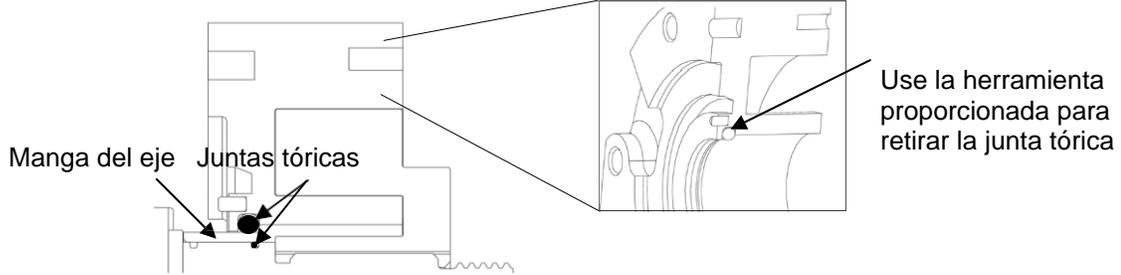

Figura 29: Sello de junta tórica sencillo (eje superior)
*Desensamblaje:* La opción de sello de junta tórica sencillo consiste en dos mangas de eje y cuatro juntas tóricas (Figura 29). Retire las juntas tóricas del cuerpo con la herramienta proporcionada por Ampco (deseche las juntas tóricas). Deslice las mangas del eje fuera de los ejes e inspeccione si hay daños. No reutilice las mangas que estén dañadas (superficie de la manga acanalada o rayada). Retire las juntas tóricas del eje y deséchelas.